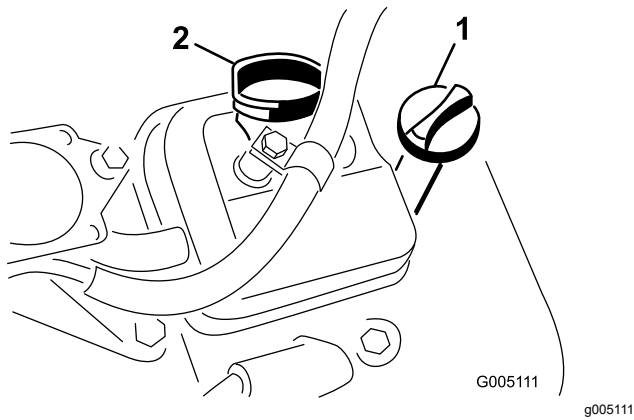

Figura 32
3. Remettez la jauge dans le tube et vissez-la dedans (Figura 32).